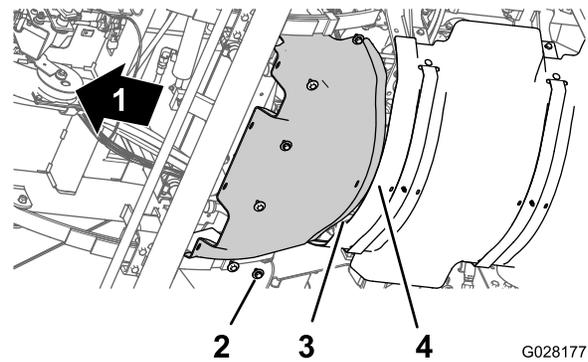

Figura 57
2. Alinha os orifícios da proteção térmica frontal com os orifícios roscados no chassis (Figura 57).
3. Monte a proteção térmica frontal na máquina com os 6 parafusos de cabeça hexagonal e as 6 anilhas (Figura 57) que retirou no passo 3 de Remoção da proteção térmica dianteira \(página 52\).
1. Alinhe a flange traseira da proteção térmica frontal por cima da flange dianteira da proteção térmica traseira (Figura 57).